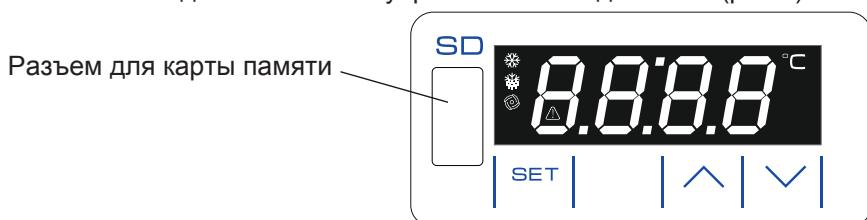

Рис. 2 Блок управления БУ-М01
7.2.1 Блок управления БУ-М01 обеспечивает: поддержание температурного режима в камере, индикацию температуры, включение звуковой сигнализации при выходе температуры в камере за установленные пределы и отключении электропитания, автоматическое отключение вентилятора при открытой двери холодильника. Блок управления БУ-М01 комплектуется картой памяти объемом 2ГБ (установлена в блок управления) для записи показаний в энергонезависимую память в формате ".txt" каждые 5 минут (данный интервал времени установлен на предприятии - изготовителе и может быть изменен потребителем от 1 раза в минуту до 1 раза в час) и аккумуляторными элементами питания, которые обеспечивают запись температурных параметров в отсутствии электропитания в течении 24 часов. В основном рабочем режиме, на дисплее отображается текущая температура в холодильной камере и символы (охлаждения, нагревания, вентиляции, оС). Одновременно с этим происходит сохранение информации во внутренней памяти блока управления о текущей температуре, с заданным интервалом времени. При переполнении внутренней памяти, происходит перезапись наиболее старых значений новыми. Датчик температуры размещается внутри камеры холодильника. Органы управления выведены на панель управления холодильника (рис.2):